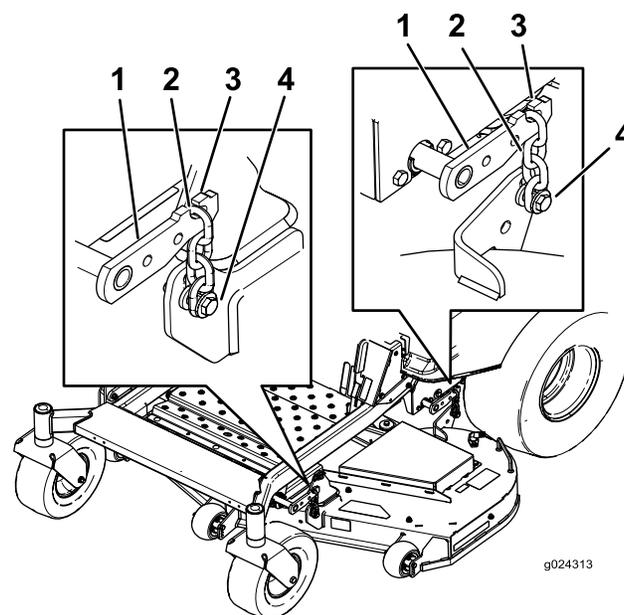

Figure 72
3. Détachez les chaînes des crochets sur les bras de levage du plateau (Figure 72).
6. Soulevez l'arrière du plateau de coupe et accrochez les chaînes aux bras de levage arrière (Figure 72).
7. Accrochez les chaînes avant aux bras de levage avant (Figure 72).